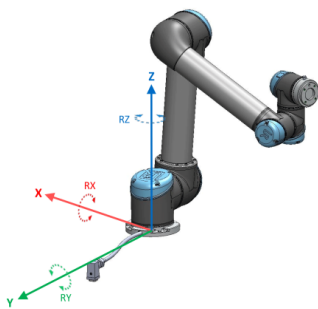

Figure 17.1: 基部のフィーチャー
- 基部フィーチャーは、ロボット基部中心を起点に位置します（図 17.1 参照）